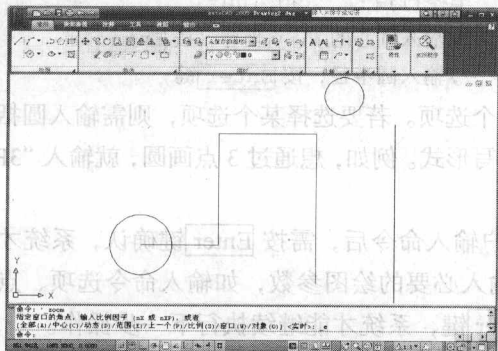

图 1-8 全部显示图形
10. 单击【功能区】中【实用程序】面板上的  按钮, 图形又全部显示在窗口中, 如图 1-8 所示。